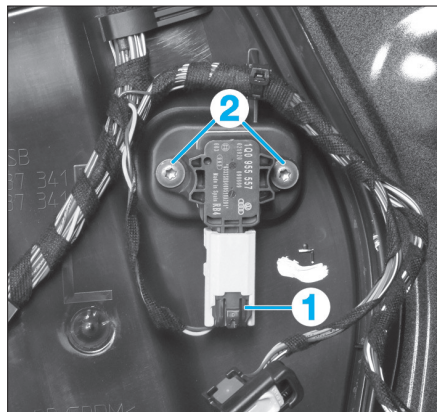

FIG. 12
- Débrancher le connecteur (1) (Fig.12).
- Déposer les deux vis (2).